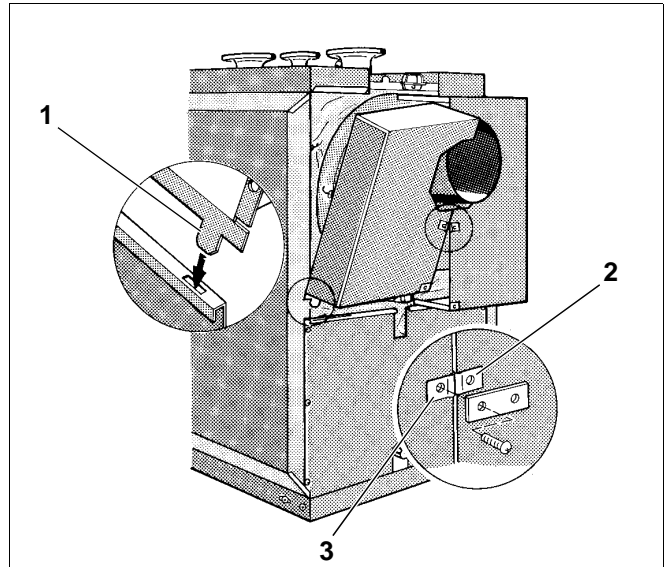

Abb. 18 Montage Verkleidung
- Die beiden unteren Laschen (Abb. 18, **Pos. 1**) der oberen Rückwandteile in die Schlitz der Abkantung des unteren Rückwandteiles einsetzen.
- Die beiden oberen Haken in die Abkantung des linken bzw. rechten Haubenteiles einhängen (Abb. 18).
- Auf die Teilungskante über die Bohrungen Schnappmuttern (Abb. 18, **Pos. 2 u. 3**) aufstecken.